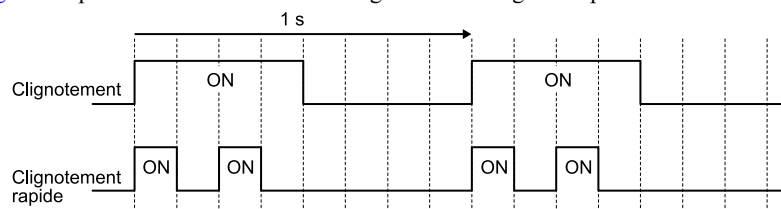

Figure 3.7 États de clignotement de la LED
*1 Reportez-vous à la Figure 3.7 pour les différences entre « clignote » et « clignote rapidement ».